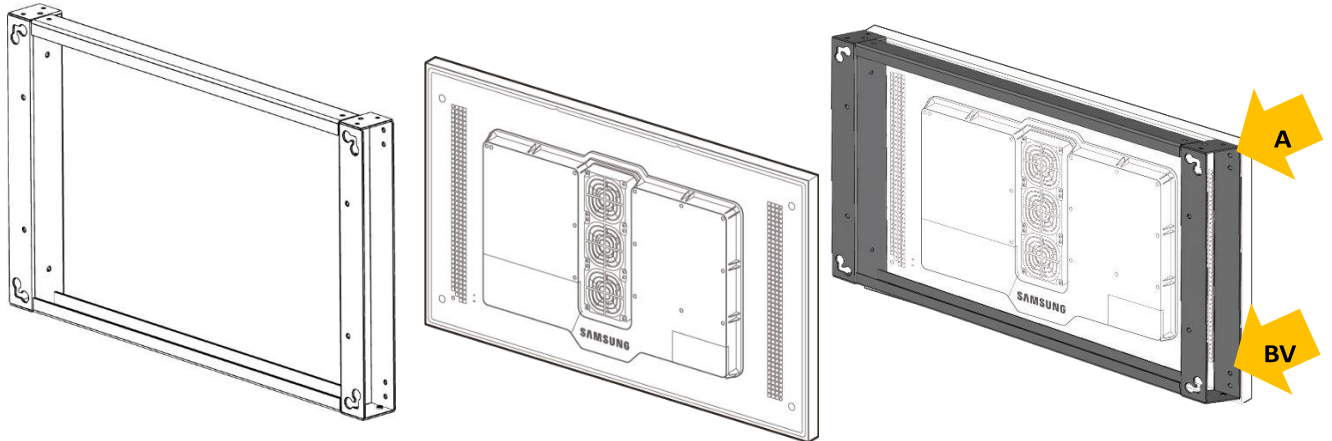

Figure 9 - Montage du support sur l'écran
- 6) Fixez le support mural à l'écran. Pour ce faire, utilisez les trous intérieurs (B) pour le modèle 46" et les trous extérieurs (A) pour le modèle 55". Utilisez pour cela les 4 vis qui sont déjà fixées à l'écran. (voir Figure 9 - Montage du support sur l'écran)